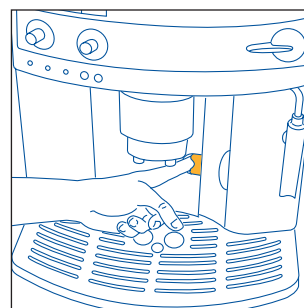
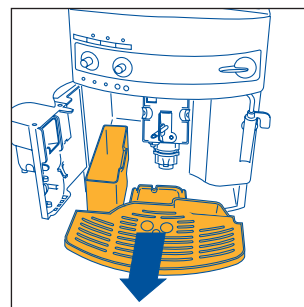

Fig. 15
Fig. 16
NOTA 7: A máquina conta o número de cafés tirados. A cada 14 cafés normais (ou 7 duplos), a luz piloto 🔦 acende-se fixamente (cap. 12 ponto 3), indicando que o recipiente de borras está cheio de pastilhas e que é, assim, necessário esvaziá-lo e limpá-lo. Enquanto não limpar a gaveta de borras, a luz manter-se-á acesa e a máquina não poderá fazer o café. Para efectuar a limpeza, abra a porta de serviço situada na parte frontal, puxando a pega própria (fig. 15); a luz 🔦 intermitente acender-se-á (consulte o par. 12, ponto 9); retire depois a pingadeira (fig. 16), esvazie-a e limpe-a. Esvazie e limpe cuidadosamente a gaveta de borras, tendo o cuidado de remover todos os resíduos que possam estar depositados no fundo. Seque também as eventuais gotas de condensação que estejam depositadas no interior da máquina sob a pingadeira. **IMPORTANTE:** Sempre que retirar a pingadeira, é **OBRIGATÓRIO** esvaziar o recipiente de borras de café, ainda que este esteja pouco cheio. Se esta operação não for efectuada pode acontecer que, quando tirar os cafés seguintes, o recipiente de borras se encha mais do que o previsto e que a máquina fique obstruída com pastilhas saturadas.
- Abra a porta de serviço (fig. 15);
- Retire a pingadeira e o recipiente de borras (fig. 16) e lave-os;